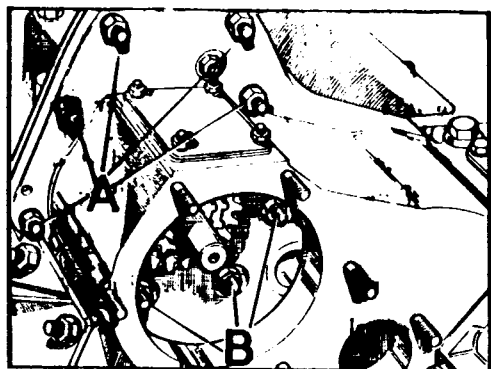

Fig. C-31 Tuercas de fijación de la caja reductora a la de velocidades
- 1.7. Soltar los elementos de fijación, A y B (Fig. C-31), y separar la caja reductora.